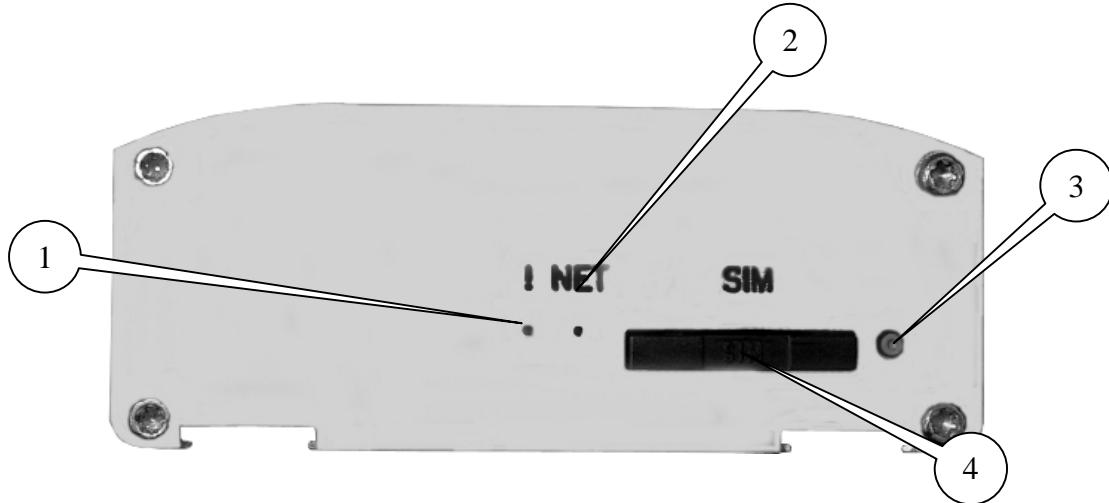

Рис.2.4.1 Вид спереди
Модем MC55i-485GI представляет собой компактное устройство, выполненное в прочном и лёгком алюминиевом корпусе. Внешний вид представлен на рис.2.4.1.
- достать SIM-лоток, нажав на кнопку извлечения SIM-лотка (рис.2.4.1);